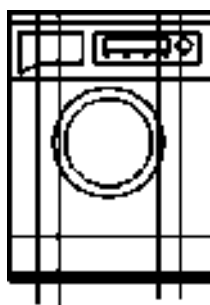

图 17.6.23 调整直线长度
Step14. 通过编辑命令调整直线的长度，完成后的图形如图 17.6.23 所示。